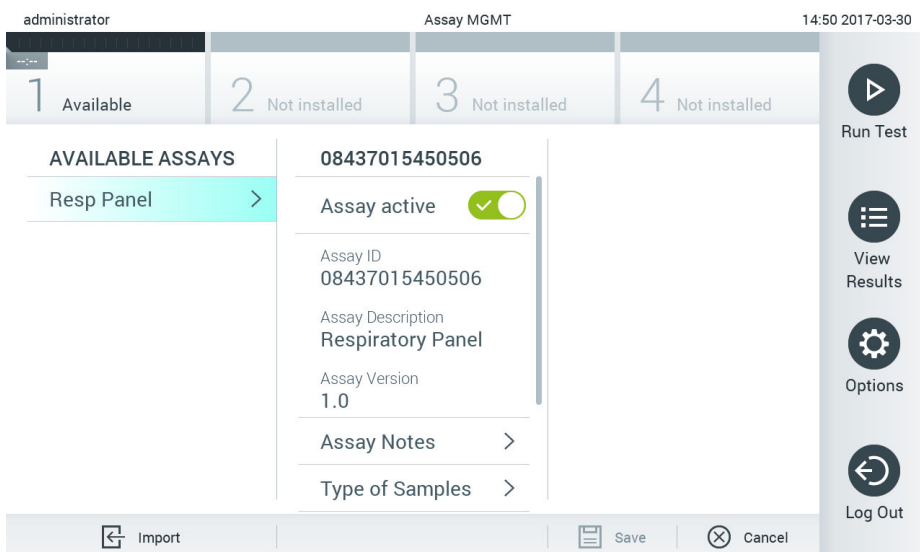

图 66. 管理可用的检测。
- 按下 **Options**（选项）按钮，然后按下 **Assay Management**（检测管理）按钮访问 **Assay Management**（检测管理）屏幕。内容区域的第一列会列出可用的检测（图 66）。